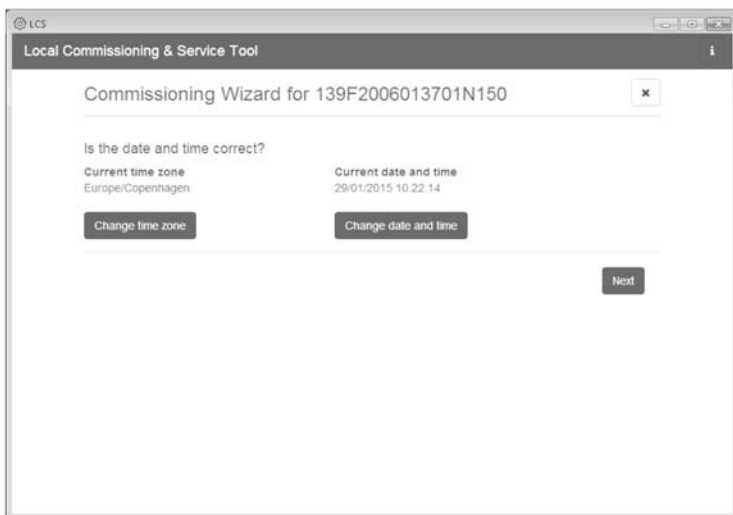

Figure 5.3 LCS-Tool - Vérification de la date et l'heure
4. Vérifiez que la date et l'heure sont correctes. Si ce n'est pas le cas, réglez-les et continuez. Voir figure 5.3.